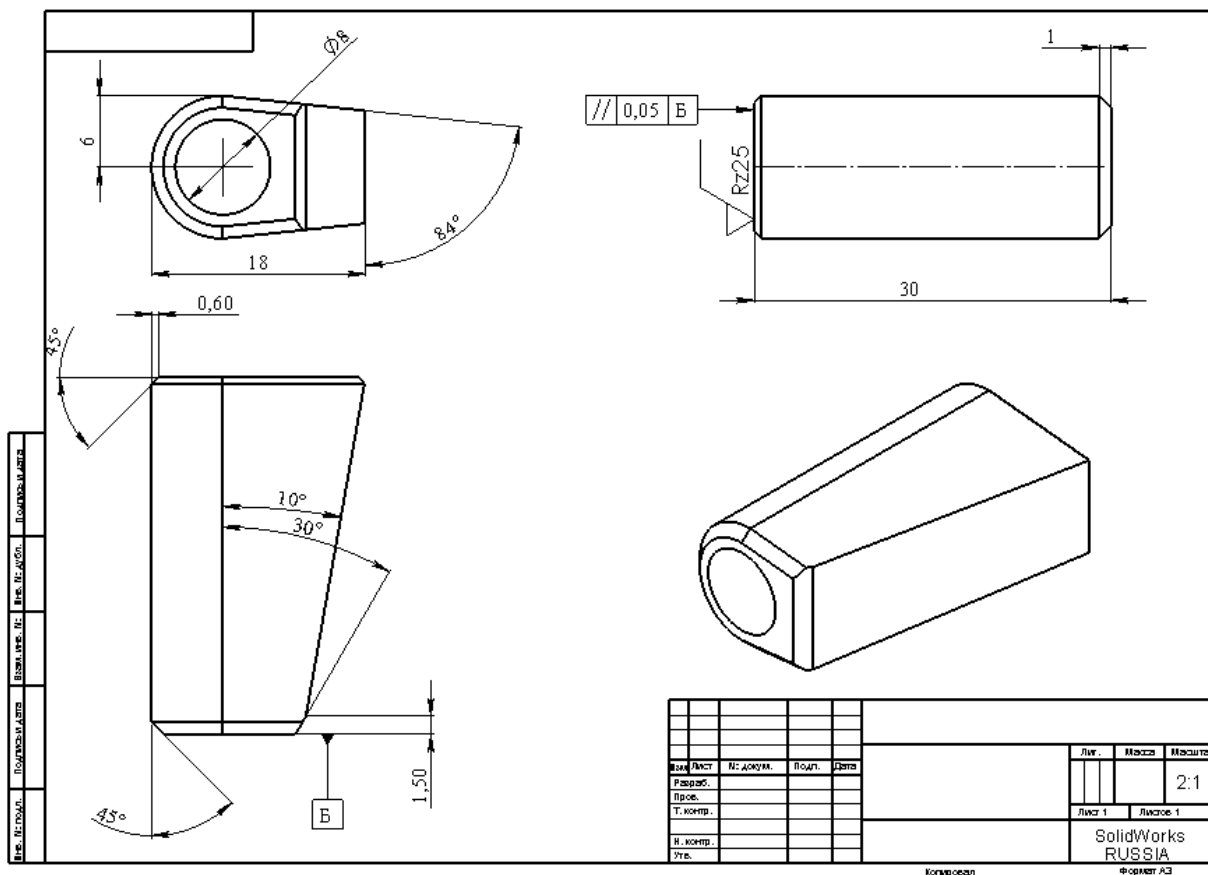

Рис. 26
4. Нажмите **Да** для сохранения чертежа и обновления модели (рис. 26).